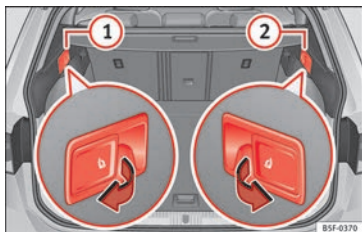

Bild 152 I bagageutrymmet: Spakar för fjärrfrigöring av den vänstra delen (1) och högra delen (2) på bakre ryggstödet
- Dra i spaken för fjärrfrigöring på den vänstra delen » bild 152 (1) eller den högra delen (2) av ryggstödet i pilens riktning. Den frigjorda delen av det baksätets ryggstöd fälls automatiskt ned och framåt.